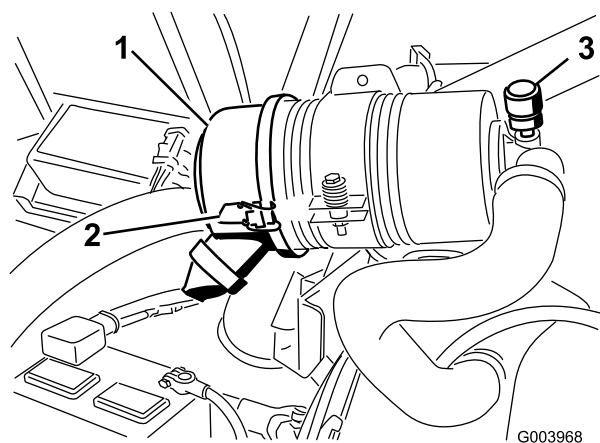

図 49
エア・クリーナの整備はインジケータ 図 49 が赤色になってから行ってください。早めに整備を行っても意味がありません。むしろフィルタを外したときにエンジン内部に異物を入れてしまう危険が大きくなります。
1. エアクリーナのカバーをボディーに固定しているラッチを外す 図 49。